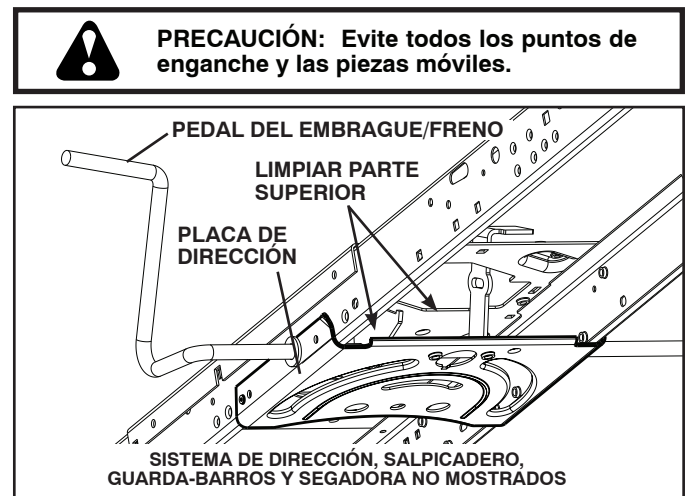

Fig. 18
- Limpie los desechos de la placa guía. Los desechos pueden limitar el movimiento del eje del pedal del freno/embrague, lo que hará que patine la correa y que se pierda la tracción. Vea Fig. 18.